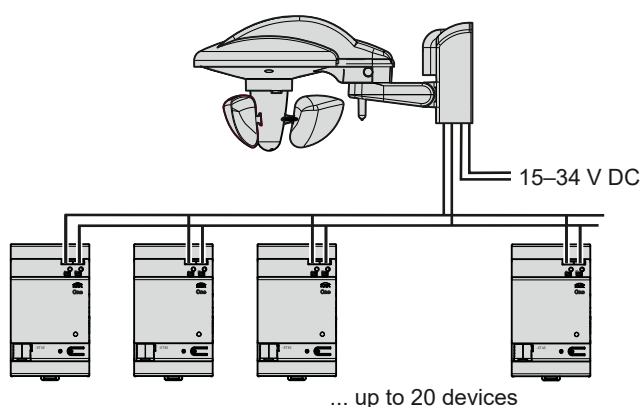

Bild 5: Anslutning av vädersensor med vädercentral
1. Vädercentral: Anslut enligt bilden, Bild 4 och Bild 5.